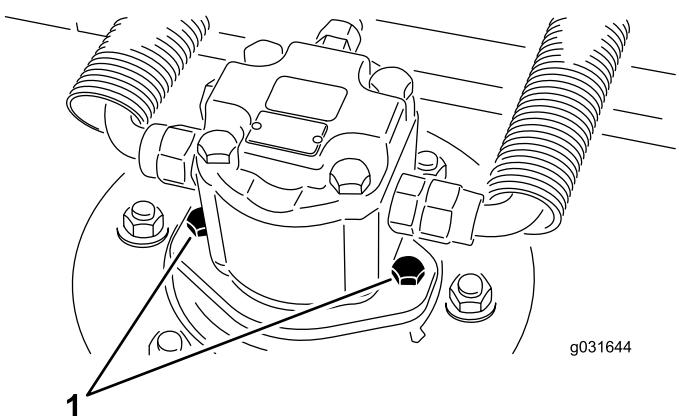

Figura 65
2. Rimuovete le viti di montaggio del motore idraulico e scolate e staccate il motore idraulico dal piatto di taglio (Figura 65).
- Utilizzando le viti di montaggio del motore idraulico, montate il motore idraulico sul piatto di taglio (Figura 65).